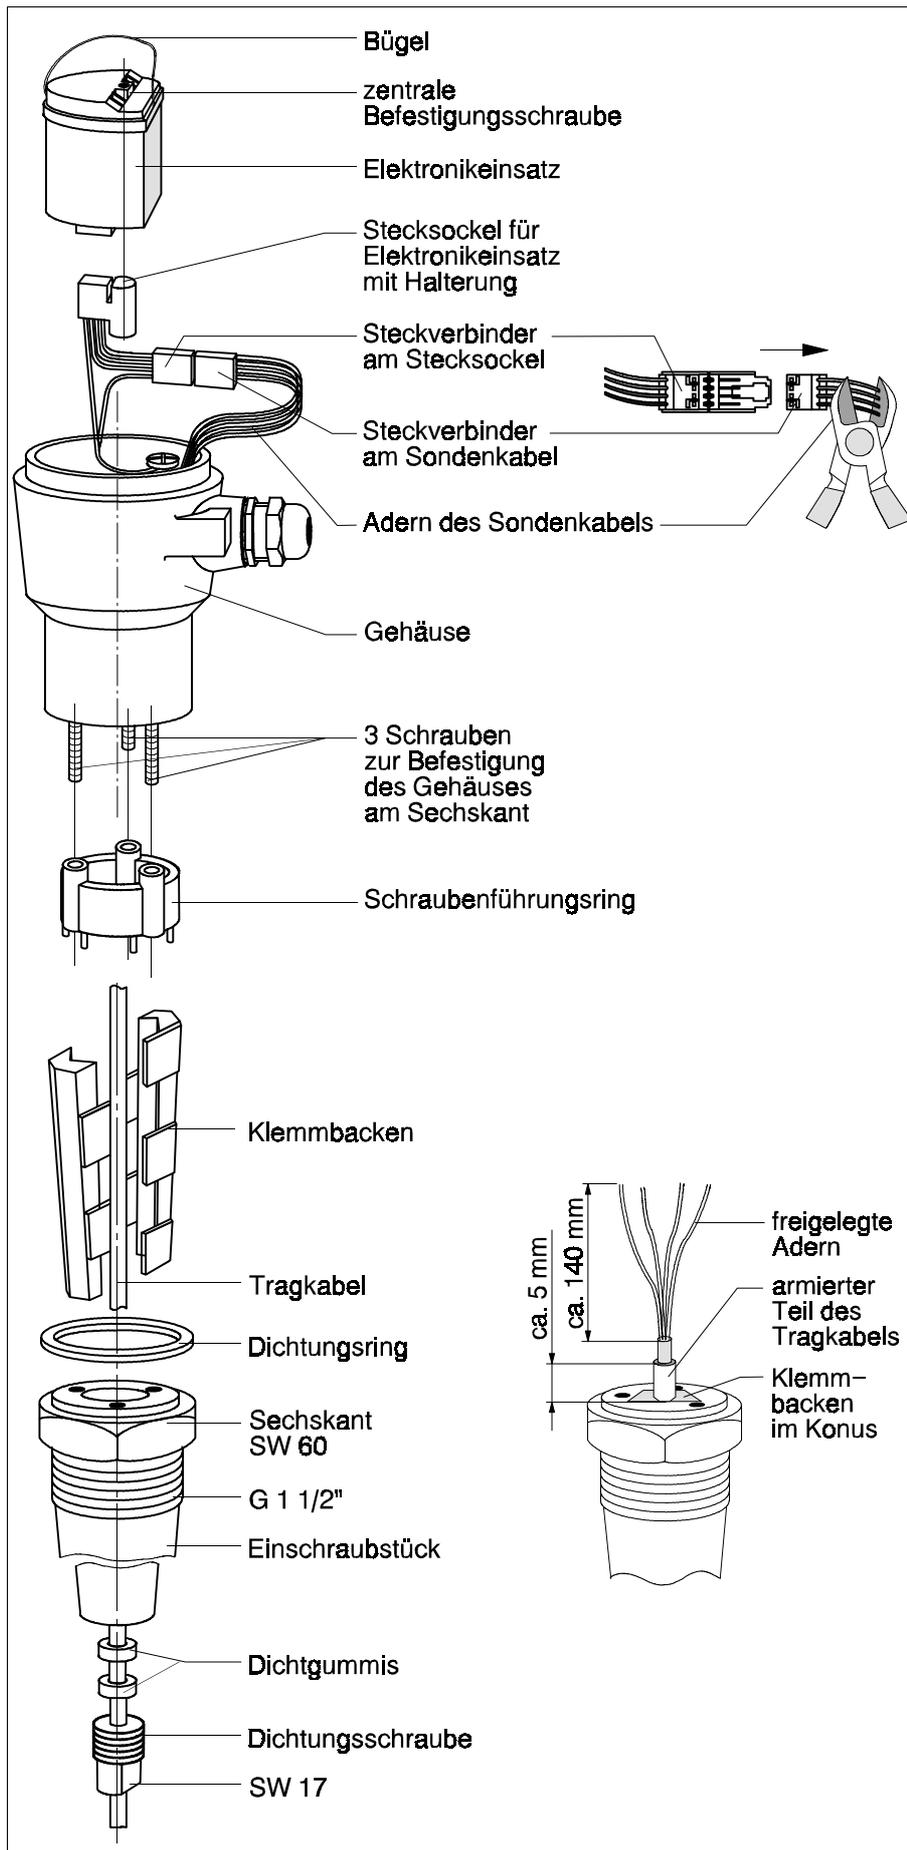

Fig. 22
- Steckverbinder von den Adern des Sondenkabels abschneiden. Siehe Fig. 22 rechts oben.
- Klemmbacken um das Kabel legen und **fest** in den Konus stecken; das Kabel soll danach mit seinem armierten Teil noch ca. 5 mm oben über die Klemmbacken hinausragen. Siehe Fig. 22 rechts unten.